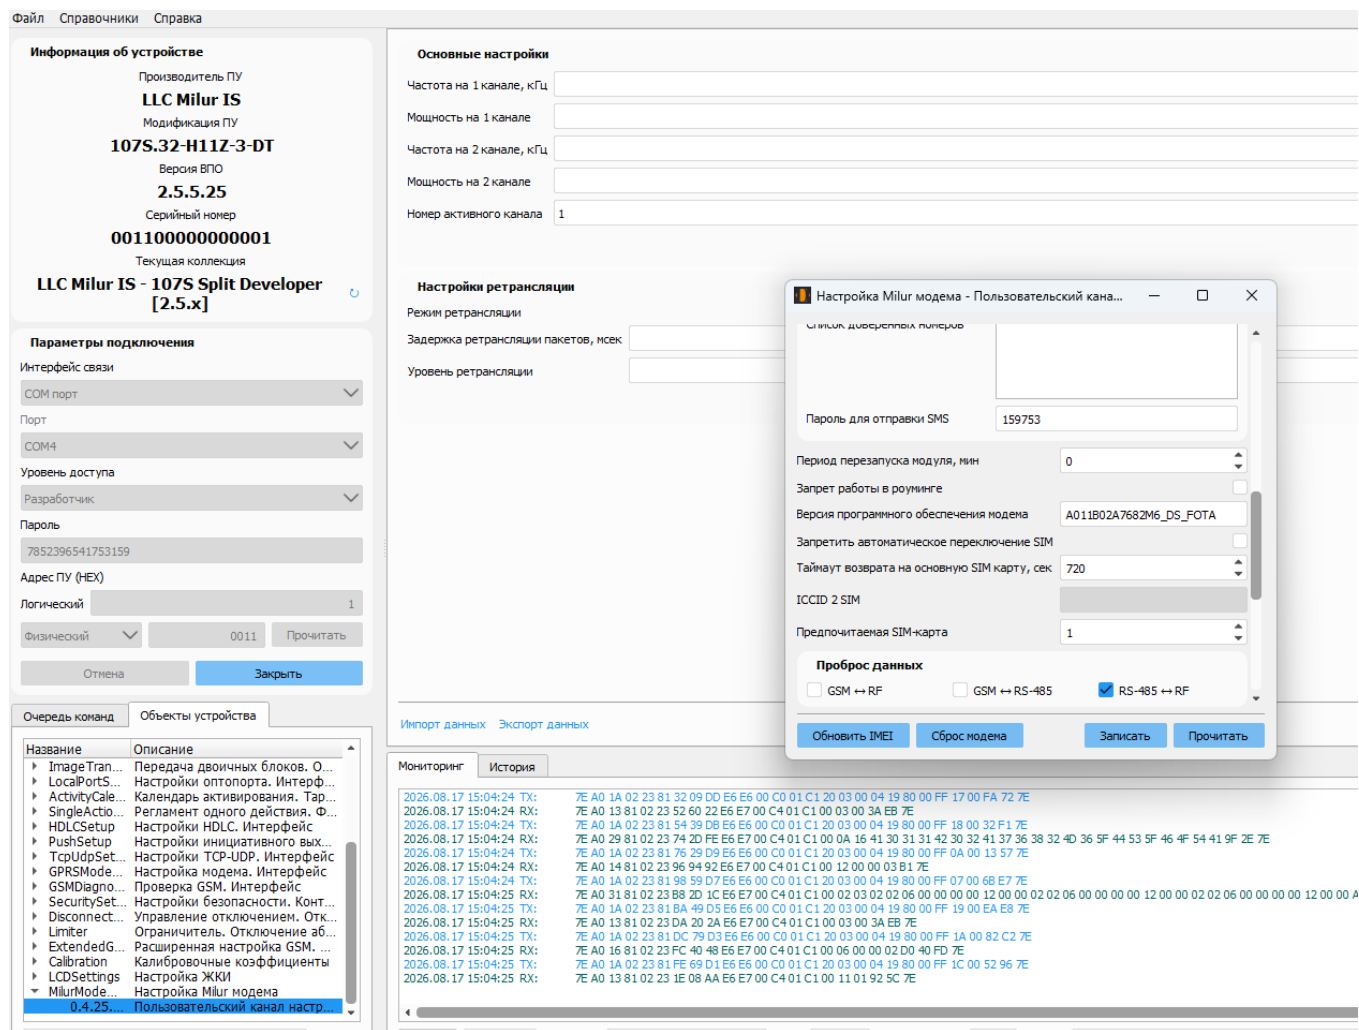

Рисунок 18
- в поле «Объекты устройства» выбрать объект «MilurModem» (рисунок 18);